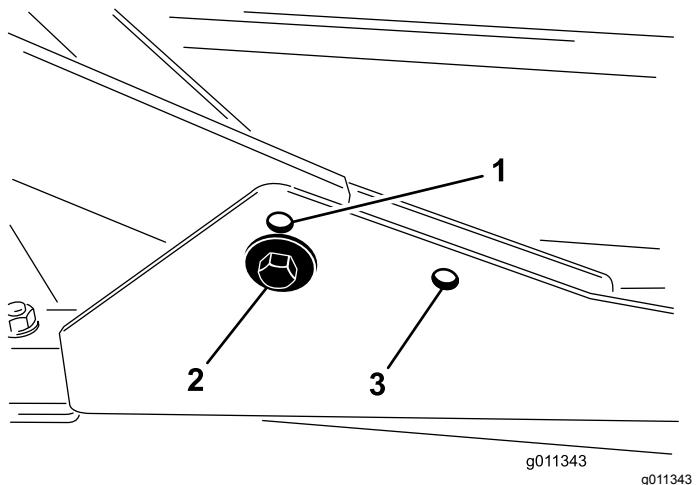

図 7
- 刈り高を 20-76 mm にセットする場合には、前キャリアフレームを下側の穴に取り付けます 図 7。
- 刈高を 63-100 mm にセットする場合には、前キャリアフレームを上側の穴に取り付けます 図 7。
後カッティングユニットは、刈り高に関係なく後側の取り付け穴を使って取り付けます 図 7。